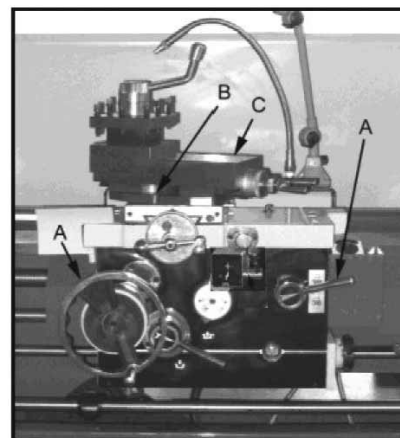

Fig. 18
4. Still reguleringen (D, fig. 18) i rett posisjon (nøytralposisjon).
5. Tann inn halvmutterreguleringen (A, fig. 18).
**Support.** Supporten (C, fig. 18) er montert på tverrsleides topp og kan vris 360°. Under vernet sitter en kalibreringsskala (B, fig. 18) for at stille inn supporten i ønsket vinkel. Justering av motkile. Etter en tids arbeid behøver eventuelt enkelte bevegelige deler justeres på grunn av slitasje.